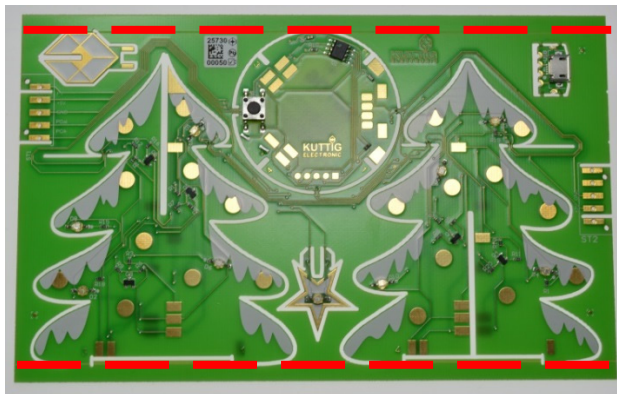
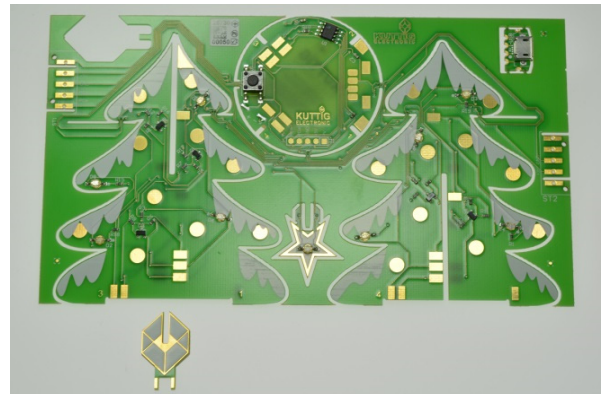

Abb. 1-1
Abb. 1-2
1. Die Kanten an der Ober- und Unterseite mit einem Nutzentrenner oder einer Zange entfernen (Abb. 1-1). Durch das Abtrennen löst sich direkt das Kuttig-Logo (Abb. 1-2).